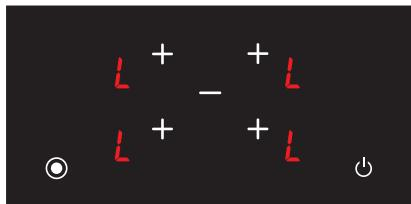

Рис. 20
1. Когда варочная панель включена и блокировка клавиатуры активна, **L** будет отображаться на весь экран (см. Рис. 20).